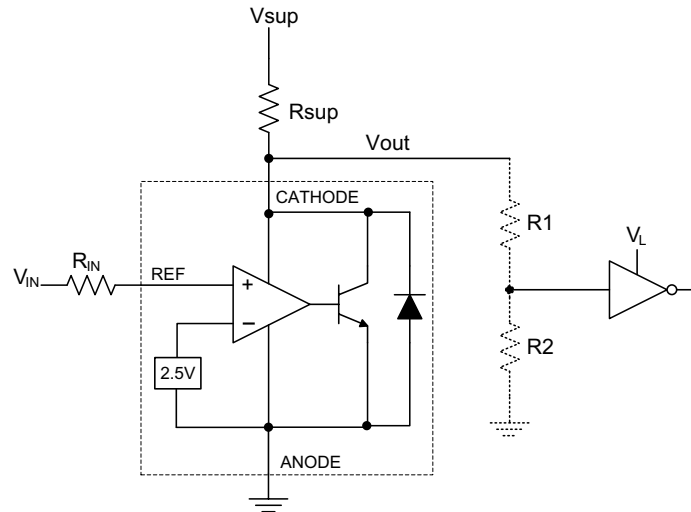

图 9-3. 比较器应用原理图
在图 9-3 所示的配置中，TLA431 用作比较器，将 VREF 引脚电压与内部虚拟基准电压进行比较。在获得合适的阴极电流 (IK) 时，TLA431 具有足够的开环增益来提供快速响应。图 9-4 展示了这种情况，其中 RSUP = 10k $\Omega$  (IKA = 500 $\mu$ A) 的情况要比 RSUP = 1k $\Omega$  (IKA = 5mA) 时的响应速度慢得多。在 Imin 附近及以下运行可能会导致增益较低，从而导致响应速度缓慢。
当在输出端上使用电阻分压器时，务必要使电阻分压器（图 9-3 中的 R1 和 R2）之和远高于  $R_{SUP}$ ，以免影响 TLA431 在关闭时将电压拉近至  $V_{SUP}$  的能力。